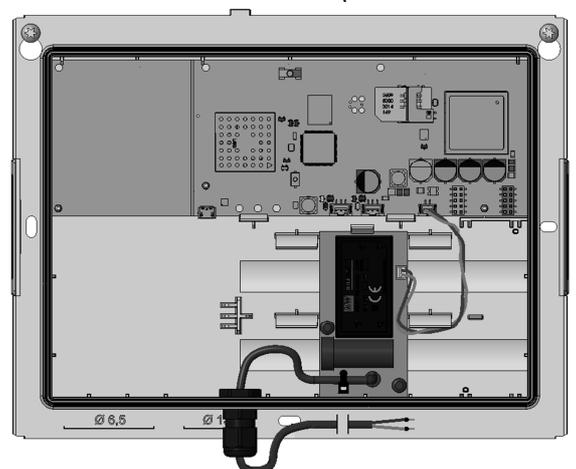

Abb. 1 Gateway Innenansicht
- Am Gateway-Gehäuse befinden sich unten links unter anderem zwei große verschlossene Durchführungen, die für die Montage der PG-Verschraubung genutzt werden können (siehe Abb. 1). Schraubendreher an der gewünschten verschlossenen Durchführung ansetzen und Verschluss durchstoßen.
- Die Sechskantmutter von der PG-Verschraubung entfernen und die PG-Verschraubung von außen durch die offene Durchführung stecken. Die Sechskantmutter wieder auf das Gewinde schrauben. Mit einem Gabelschlüssel (15) leicht anziehen. Wenn nötig mit einem zweiten Gabelschlüssel (15) kontern.
- Die Vorderkante der Netzteilplatine in die Aussparung an der Gehäuseinnenseite einsetzen (Position der Platine siehe Abb. 1). Platine in Rasthaken einrasten.